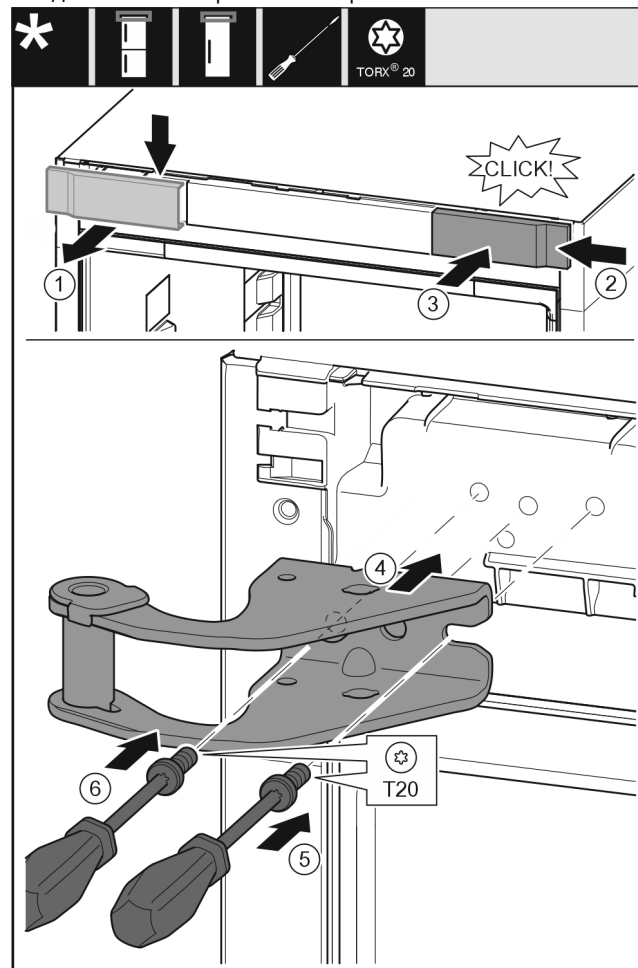

Fig. 11
- ▶ Свалете капака от горе напред. Fig. 11 (1)
- ▶ Закачете капака, завъртян на 180°, от другата страна отдясно. Fig. 11 (2)
- ▶ Фиксирайте капака. Fig. 11 (3)
- ▶ Поставете горната лагерна стойка. Fig. 11 (4)
- ▶ С отвертка T20 поставете винта и го затегнете. Fig. 11 (5)
- ▶ С отвертка T20 вкарайте винта и го затегнете. Fig. 11 (6)